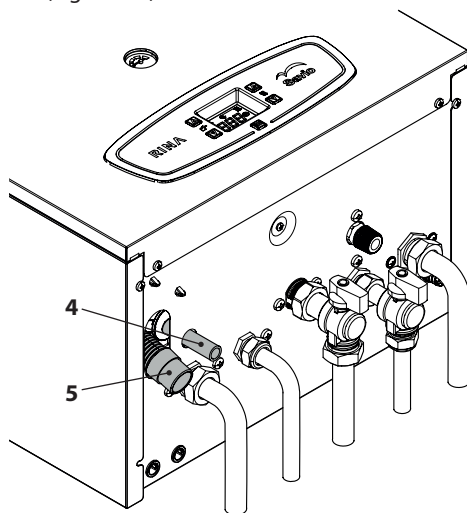

Figura 5.4
- Collegare lo scarico della valvola di sicurezza 4 (Figura 5.4) ad un imbuto di scarico.
- Inserire il tubo flessibile di scarico condensa 5 (Figura 5.4) all'interno del condotto di scarico condensa domestico o nell'imbuto di scarico della valvola di sicurezza, qualora lo scarico sia idoneo a ricevere condensa acida.